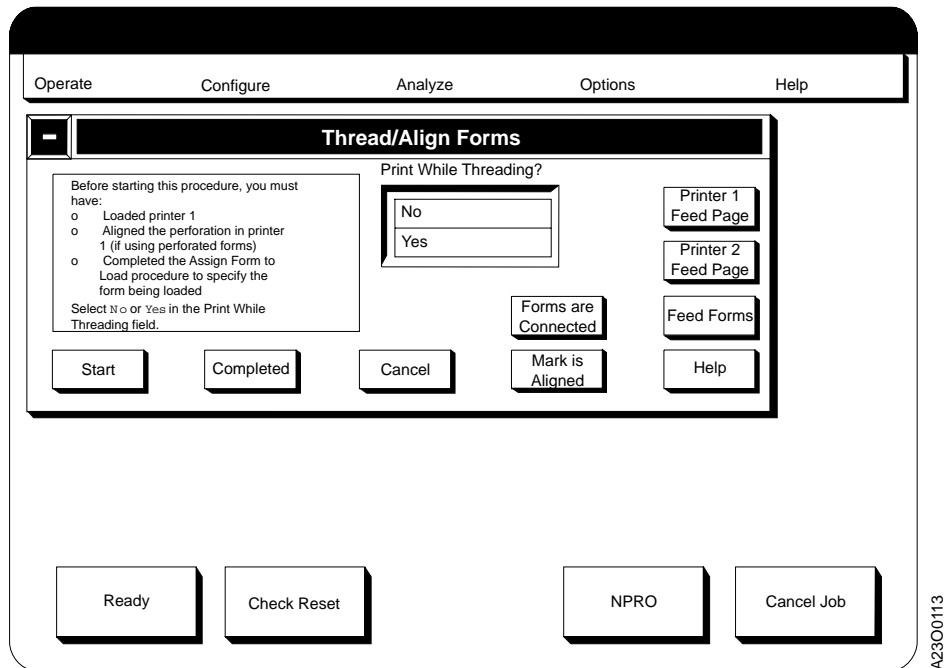

图 22. 主手工进纸 / 对齐窗口
3. 选择窗口上的 **OK** 按钮。这会显示主 **Thread/Align Forms** 过程窗口（图 22）。